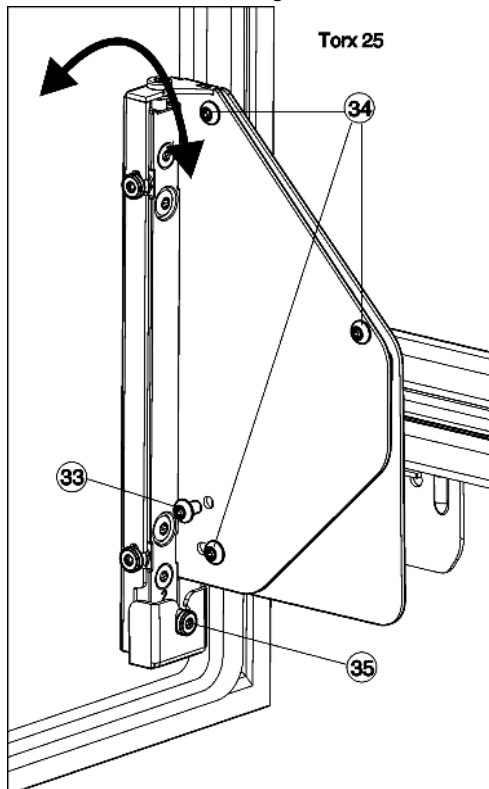

Fig. 25
- De schroef Fig. 25 (34) volledig eruit schroeven.
- ▷ De schroef Fig. 25 (34) opruimen, hij is niet langer nodig.
- Schroeven Fig. 25 (34) met 1 à 2 slagen alleen losdraaien.
- Stelschroef Fig. 25 (35) draaien. Rechtsom: de deur helt boven van het apparaat weg. Linksom: de deur helt boven naar het apparaat toe en onder van het apparaat weg.
- Nadat de hoek verستeld is alle schroeven Fig. 25 (34) weer stevig vastdraaien.